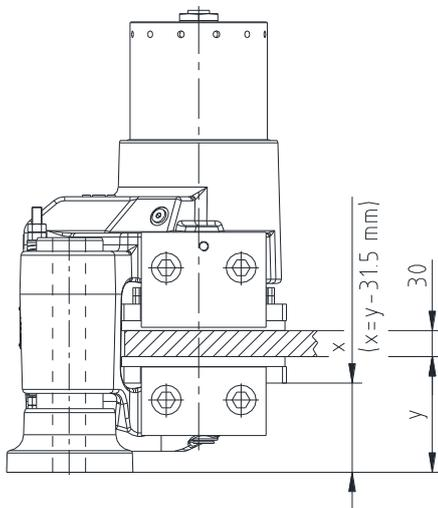
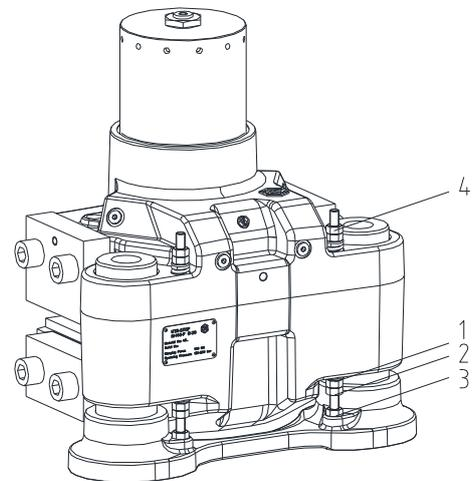

Bild 23: Einstellung Spalt
Bild 24: Einstellung Zentrierungssystem
- Kontern Sie den Bolzen mit der in Bild 24 mit 3 markierten Sechskantmutter.
- Stellen Sie den Spalt zwischen Bremscheibe und Bremsbelag auf 0,5 mm bzw. auf den geforderten Wert x (siehe Bild 23) ein, indem Sie die in Bild 24 mit 1 markierte Sechskantmutter in die Richtung nach oben oder unten schrauben.
- Kontern Sie die Sechskantmutter mit der in Bild 24 mit 2 markierten Sechskantmutter.
- Die Druckfeder muss 13 mm vorgespannt werden. Kontern Sie die Sechskantmutter mit der in Bild 24 mit 4 markierten Sechskantmutter.